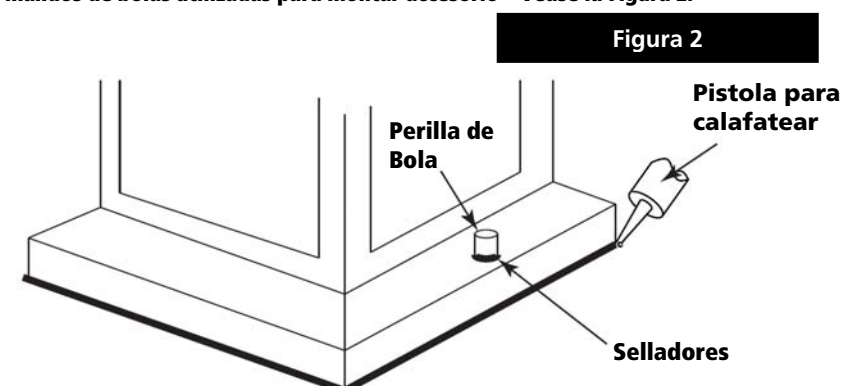

Figura 2
1. Para instalar vidrio primero deslizamineto pequeño agujero en la tapa de cristal (2) sobre el zócalo (1) y mantenerlo en la posición – **Véase la Figura 2**.
2. Siguiente mantenga anillo conector (4) en el extreme del separador del vidrio (3), hacienda anillo plano que el separador es extreme opuesto del anillo de socket.
3. Ahora resbalar espaciador y anillo de socket en el vidrio (2) formar el fondo. Deslice sobre el zócalo (1) anillo de toma de hilo (3) en el conector (1) para asegurar vidrio.
1. Conecte el cable de alimentación positiva **(A)** (normalmente negro el lado no marcado suave del cable de dos conductores) de plomo accesorio positivo **(B)** con un giro de tamaño apropiadamente conector – **Véase la Figura 2 y 3**.
Loop alambre de tierra **(E)** (generalmente de cobre o verde recubierto de plástico) debajo de la cabeza del tornillo de tierra **(S)** en la brida de montaje accesorio **(M)** y conectar con el extremo suelto del cable de tierra luminaria directamente al cable de tierra del sistema de construcción con un tamaño adecuado twist-conectores – **Véase la Figura 2**.
Después asegurar fijo en su lugar, se recomienda que la distancia entre la parte superior y la base de montaje del accesorio se sellará con cualquier buen masilla impermeable de calidad o sellador de silicona (no incluido). También se recomienda que una pequeña capa de madilla o sellador de ser sometidos a los mandos de bolas utilizadas para montar accesorio – Véase la Figura 2.